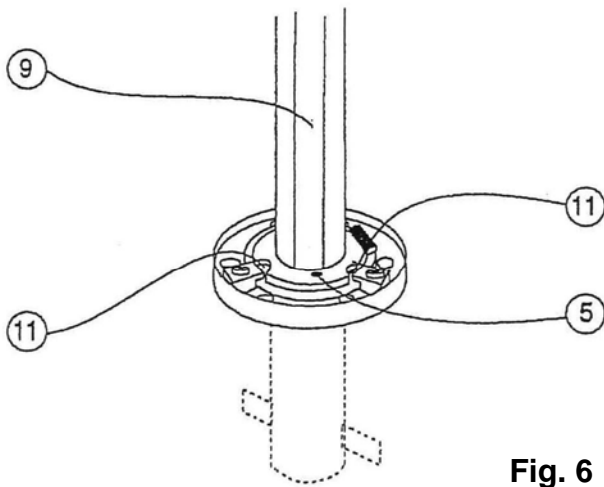
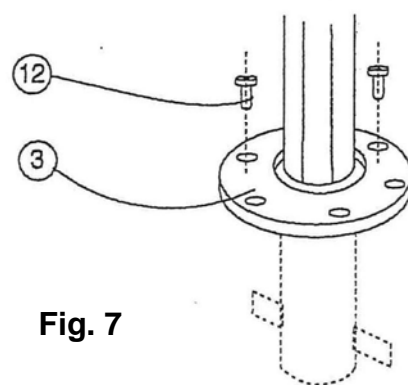

Fig. 6
Fig. 7
- Mast (9) sorgfältig senkrecht aufrichten und noch festhalten (Fig. 6).
- Sicherungsschraube (5) einsetzen.
- Mit Nivellierschrauben (11) allenfalls Senkrechtstellung justieren.
- Pressring (3) auf Mastfuß absenken und Verankerungsschrauben (12) einsetzen (Fig. 7).